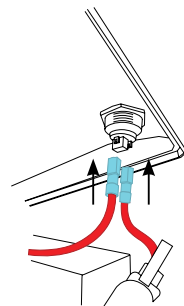

Fig. 6
- 5.** Reconnectez les deux fils rouges au bouton-poussoir (FIG. 6). La polarité n'est pas importante (peu importe quel fil se connecte à quelle connexion de commutateur).